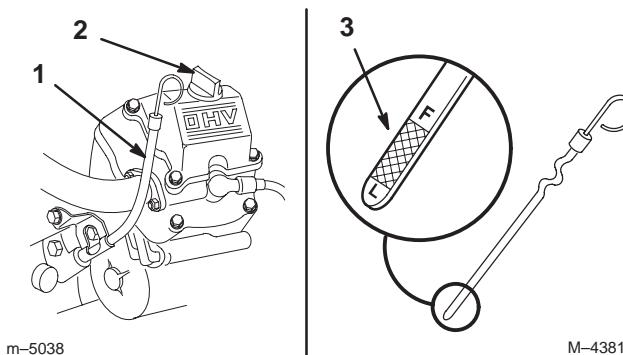

Figure 35
2. Nettoyez la surface autour de la jauge d'huile pour éviter que des impuretés ne s'introduisent dans le goulot de remplissage, ce qui risquerait d'endommager le moteur (Fig. 35).
3. Sortez la jauge d'huile et essuyez soigneusement l'extrémité métallique (Fig. 35).
4. Enfoncez la jauge complètement dans le goulot de remplissage. Sortez de nouveau la jauge et examinez l'extrémité métallique (Fig. 35). Si le niveau est bas, versez lentement une quantité d'huile suffisante dans le goulot de remplissage pour amener le niveau au repère du plein (F).
5. Versez lentement environ 80% de la quantité d'huile spécifiée dans le goulot de remplissage (Fig. 35) (voir Changement de l'huile moteur et du filtre, page 31).